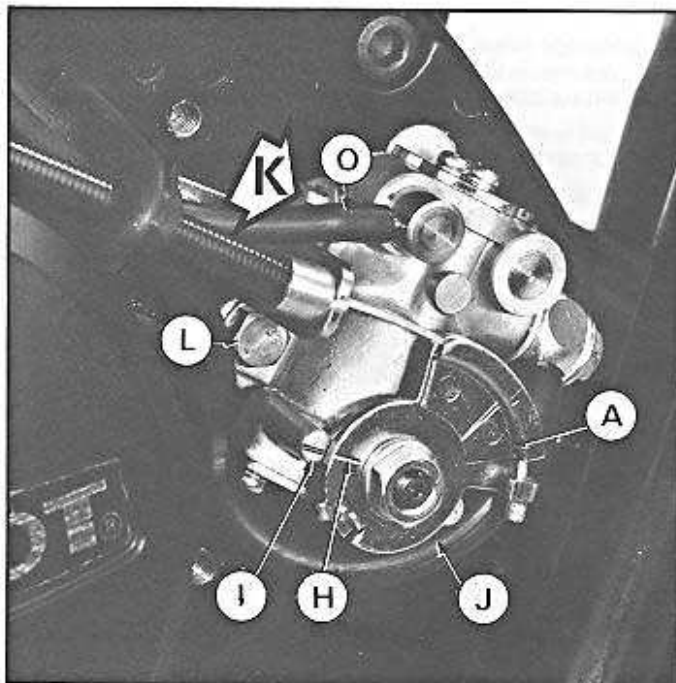

Fig. 75
- Dévisser et retirer les 2 vis (L) fig. 75, de fixation de la pompe (clé plate et clé à pipe de 8 mm).
REPLACEMENT DU TUYAU DE SORTIE DE POMPE (O fig. 75)